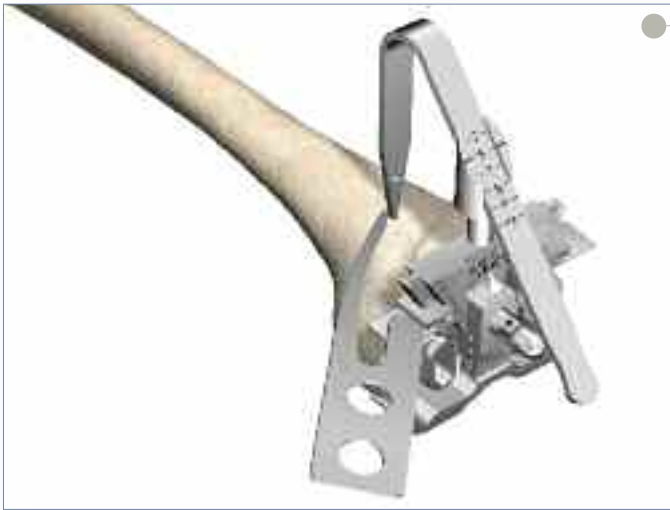

Figura 13
- ▶ Encaje el estilete femoral en su posición sobre la superficie anterior del medidor. Con la BladeRunner, determine el tamaño del implante que proporcione un ajuste anterior óptimo (**Figura 13**).